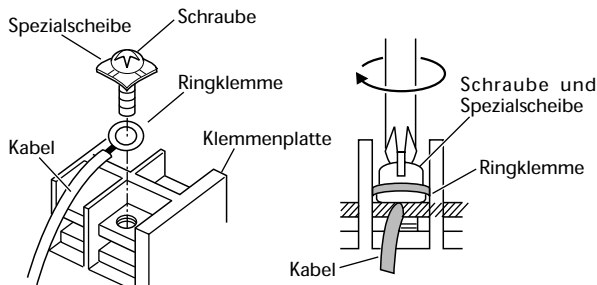

Abb. 5-6
- (2) Unter Verwendung eines Kreuzschlitz-Schraubendrehers die Klemmschraube(n) von der Klemmenplatte herausdrehen.
- (3) Mit Hilfe eines Ringklemmen-Werkzeugs oder einer Klemmenzange die Ringklemme fest an jedem freigelegten Kabelende anbringen.
- (4) Die zuvor abgenommene Klemmschraube durch die Ringklemme führen, dann die Klemmschraube mit einem Schraubendreher wieder eindrehen und festziehen. (Abb. 5-6)